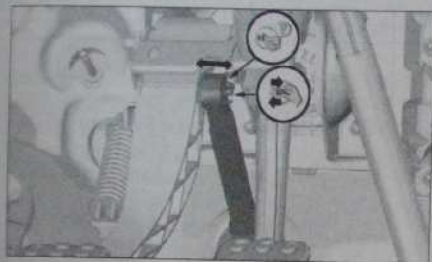

Fig. 9
• Contrôler le bon enclenchement de la tige du cylindre émetteur (Fig. 9) en tirant dessus.